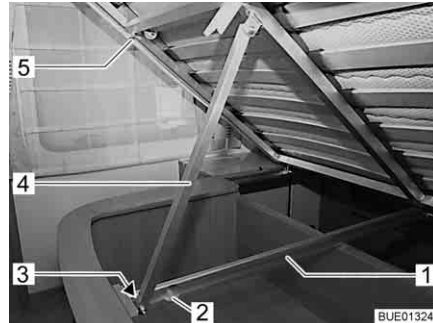

Fig. 110 Letto fisso
- Sollevare il telaio portamaterasso (Fig. 110,5) e spingerlo in alto fino a che il puntello (Fig. 110,4) spostandosi sulla guida (Fig. 110,1) arriva fino in fondo (Fig. 110).
- Sollevare il telaio portamaterasso (Fig. 110,5) e spingere indietro il puntello (Fig. 110,4) sull'estremità inferiore. Durante questa operazione verificare che il rullo di scorrimento (Fig. 110,3) sull'estremità del puntello non salti fuori dalla guida (Fig. 110,1) al momento dell'apertura per il prelievo (Fig. 110,2).